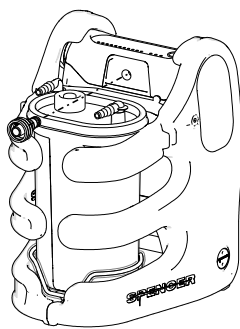

Abb. 13
2. Verbinden Sie das Absauggerät mit dem Filterschlauch (Nr°4 Abb. 3.2), überprüfen Sie, dass die durchsichtige Seite des Filters mit der Kennzeichnung <IN> zu den Behälter gerichtet ist und dass die <OUT> Seite zu den Absauggeräteingang gerichtet ist (Abb. 13 und 14).